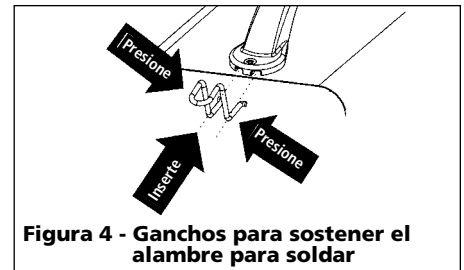

Figura 4 - Ganchos para sostener el alambre para soldar
2. Para instalar los ganchos que sostienen el alambre, presione los lados del gancho de modo que calcen en las ranuras ubicadas al frente del mango, tal como se le indica en la Figura 4. Repita en el otro lado del mango.